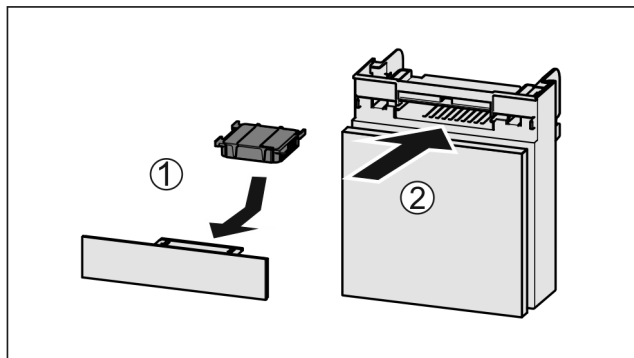

Fig. 51
- ▶ Umetnite filter s aktivnim ugljenom kao što je prikazano na slici Fig. 51 (1).
- ▶ Umetnite pretinac Fig. 51 (2).